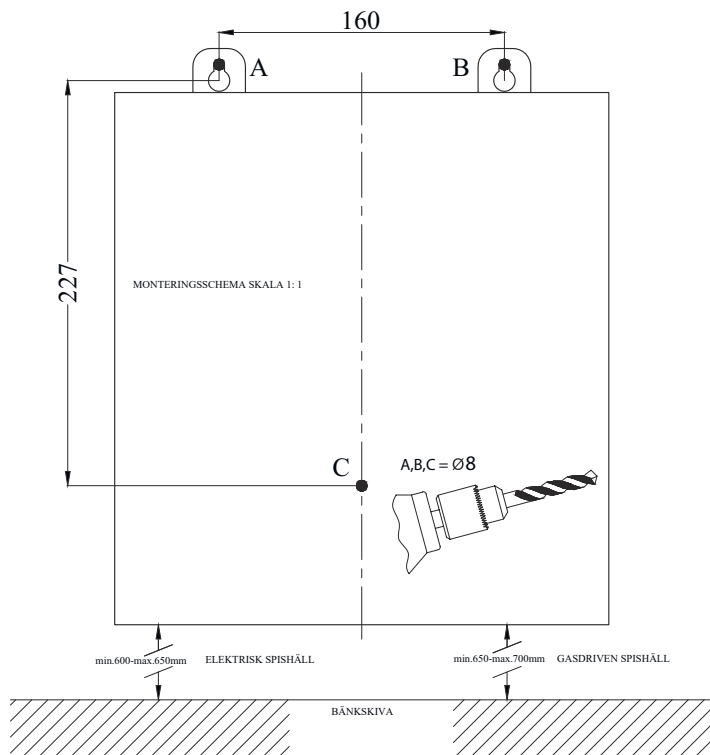
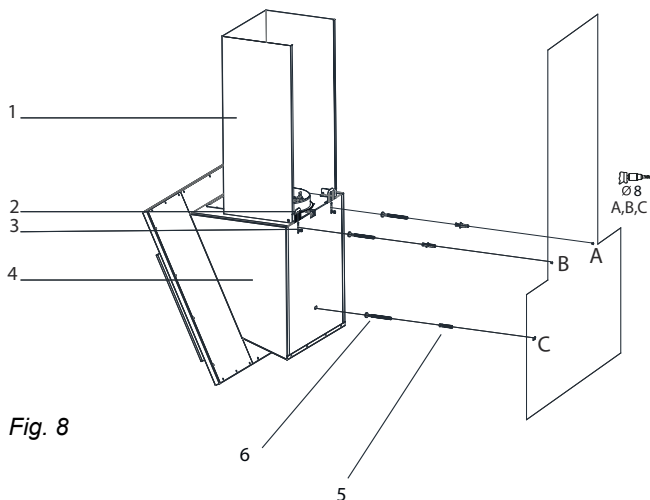

Fig. 7
Fig. 8
- 1.** ▶ Montera huvan via monteringsritningen. Montera huvan i höjd. Observera det lägsta och högsta avståndet till bordsskivan som anges i monteringsmallen (Fig. 7). Borrpunkter A, B och C (Fig. 8).
- 2.** ▶ Sätt in de 8mm expansionsbultarna (5) i de förborrade A-, B- och C - punkterna och sätt in skruvarna. Lämna ett 5 mm mellanrum mellan bulthuvudet och väggen vid punkterna A och B (Fig. 8).
- 3.** ▶ Justera köksfläktens monteringsplåt (2) genom att lossa skruven på fläktkåpan (3) och fästa spiskåpan (Fig. 8).